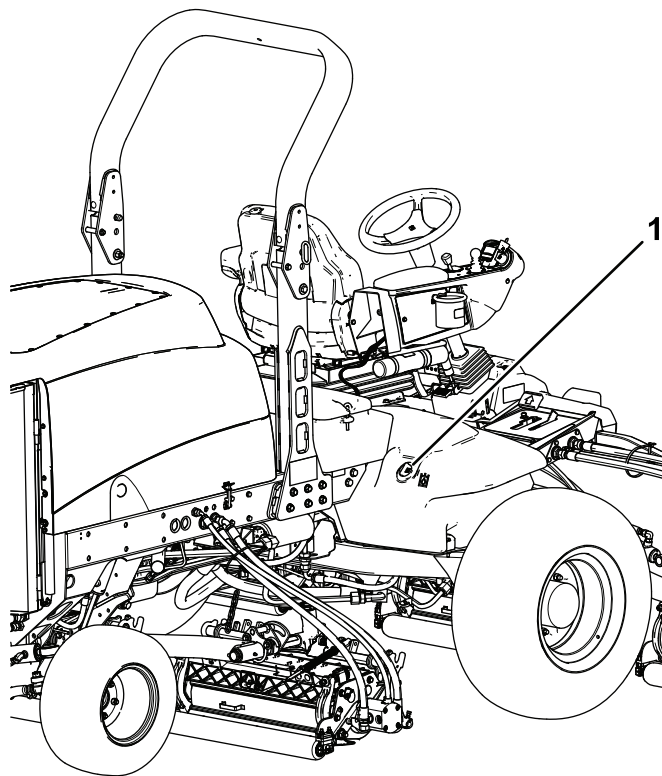

Figura 82
2. Limpe a zona em redor do tubo de enchimento e da tampa do depósito hidráulico (Figura 82).